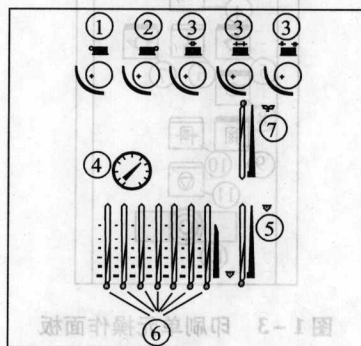

图 1-8 收纸系统吹风设定操作面板
收纸系统吹风设定操作面板如图 1-8 所示, 各按钮的功能与作用如下: ①—调节操作面横向挡纸板的吹风按钮; ②—调节传动面横向挡纸板的吹风按钮; ③—调节纵向吹风管的吹风按钮; ④—纸张制动器吸风压力显示按钮; ⑤—调节所有进气管的吸风按钮; ⑥—调节各个进气管的吸风按钮; ⑦—调节平纸器的吸风按钮。